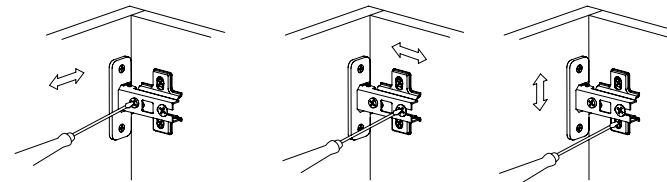

Рис.12
8. Отрегулируйте двери (Рис.12).